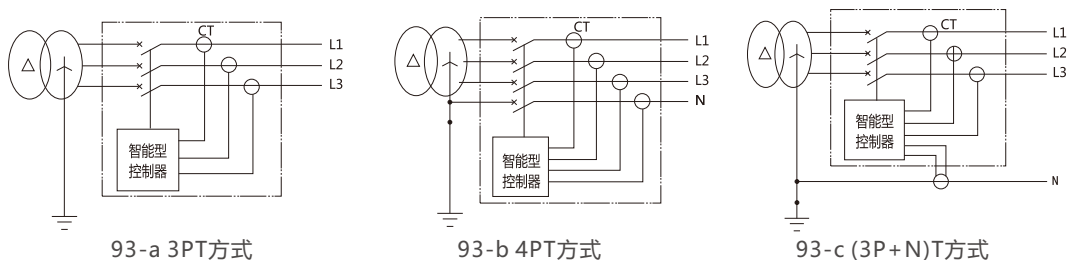

图93 接地保护方式
单相接地保护故障电流在几百安培以上的金属性接地保护，一般用于中性点直接接地系统，控制器分两种不同保护方式：一种为不带外接互感器的矢量和方式，另外一种为带外接互感器的矢量和方式。如图93
(见图93-a 3PT方式)
b.三相四线制中选用四极断路器不外加互感器，接地故障信号只取三相电流及N极电流的矢量和，保护特性为定时限保护。(见图93-b 4PT方式)
(见图93-c (3P+N)T方式)